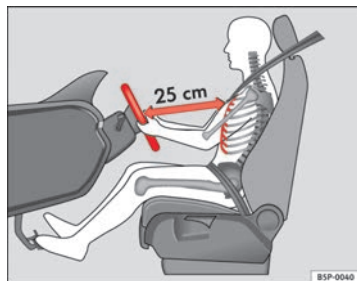

Fig. 1 La distanza corretta tra il conducente e il volante
- Regolare la posizione del volante in modo tale che la distanza tra il volante stesso e il torace sia di almeno 25 cm ⇒ **fig. 1**.
- Posizionare il sedile di guida in modo tale che tra lo sterzo del conducente e il centro del volante ci sia una distanza di almeno 25 cm ⇒ **fig. 1**. Se si sta seduti a meno di 25 centimetri di distanza non si può essere protetti con adeguata efficacia dal sistema degli airbag.